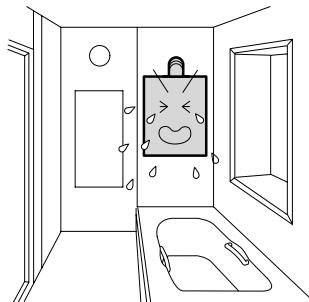

Fig. 2
- No instalar el calentador en lugares cerrados, mal ventilados o cercanos a material inflamable. (Fig.2)
Taladre orificios marcados y coloque taquetes para sujetar firmemente el calentador con los tornillos incluidos (Fig.2).